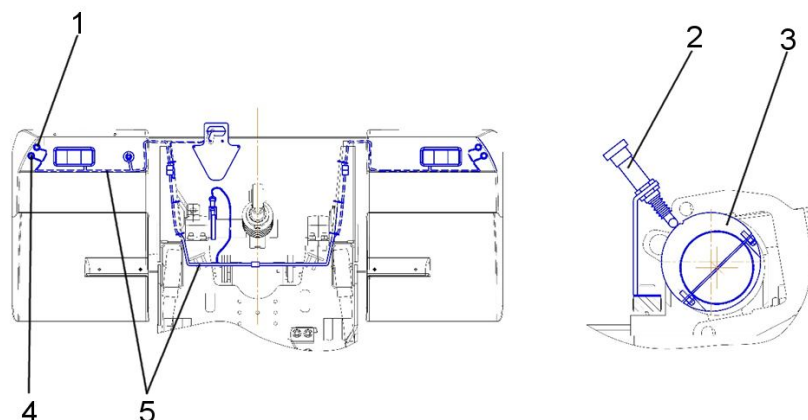

Рис. 4 Управление НУ выносными кнопками и установка позиционного датчика
Управление навесным устройством (НУ) осуществляется пультом управления (рис. 2), расположенным на пульте гидравлики в кабине трактора, и выносными кнопками 1 и 2 (рис. 4). При наличии неисправностей в электронногидравлической системе управления НУ сигнализатор диагностики 4 (рис. 2) отображает информацию о неисправности и, в случае необходимости, происходит блокирование работы системы управления НУ.
- рукояткой 9 (рисунок 2) установите, в зависимости от характера работы, способ регулирования. Поворот рукоятки по часовой стрелке до упора – позиционный способ регулирования, против часовой стрелки до упора – силовой, между ними – смешанное регулирование. Смешанное регулирование является предпочтительным. Так как на тракторе установлен только датчик позиции (рис. 4), то рукоятку 9 необходимо установить в положение «ПОЗИЦИОННОЕ РЕГУЛИРОВАНИЕ» (по часовой стрелке до упора);
Управление задним навесным устройством с помощью выносных кнопок применяется, как правило, для подсоединения к НУ сельскохозяйственных машин и орудий. Подъём и опускание задней навески выносными кнопками на крыльях задних колёс можно осуществлять на любых режимах управления – рукоятки 2, 5, 6, 7, 9 (рис. 2) могут находиться в произвольном положении, так как система управления из кабины при этом блокируется. Для подъёма НУ нажмите и удерживайте в нажатом состоянии любую из кнопок 1 (рис. 4) на правом и левом крыле. Для опускания НУ нажмите и удерживайте в нажатом состоянии любую из кнопок 4 на правом и левом крыле.